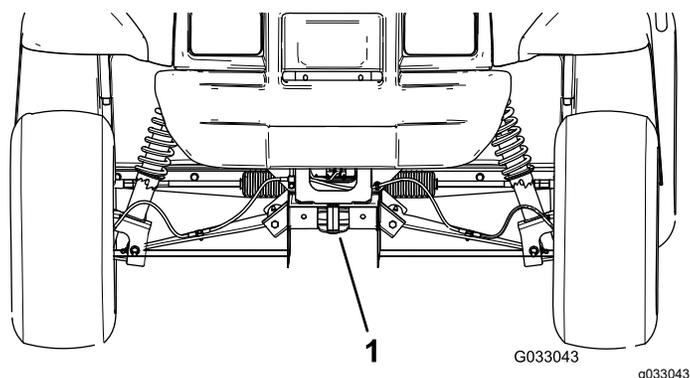
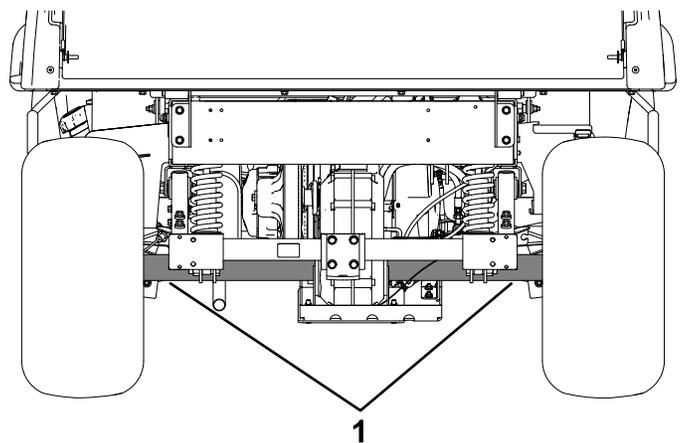

図 18
図 19
ロープがけポイントについては図 18 と 図 19 を参照してください。
2. 機体前部にある牽引トングにロープなどの牽引索を取り付ける 図 18。